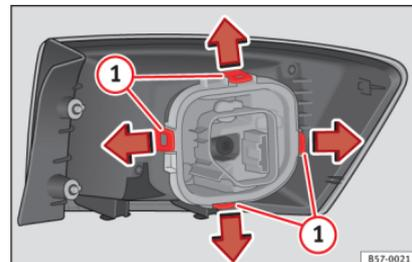

Abb. 108 Befestigungsglaschen Rückseite Heckleuchte. »
7. Bauen Sie den Lampenträger » **Abb. 108** aus, indem Sie die Befestigungslaschen ① entriegeln.